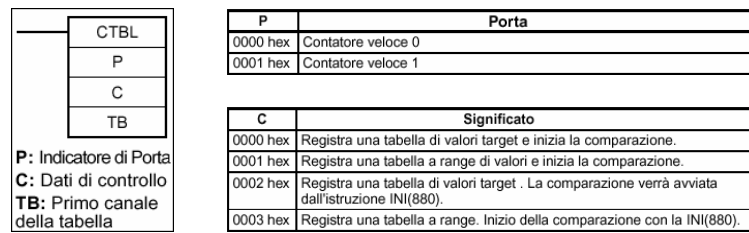

Fig. 7.190 - Registrazione della tabella di comparazione mediante l'istruzione CTBL (882).
La registrazione della tabella di comparazione avviene per mezzo dell'istruzione CTBL (882), come mostrato nella fig. 7.190 e fig. 7.191.